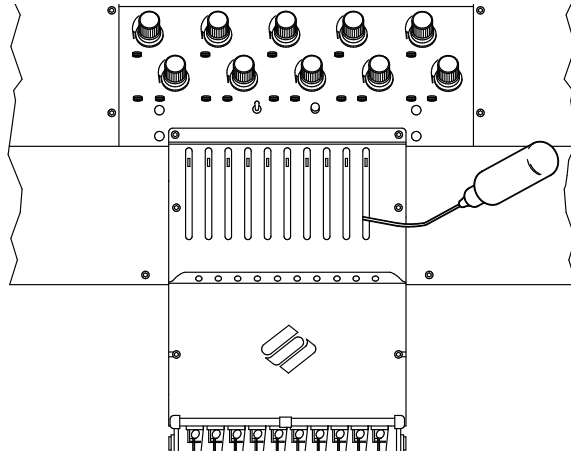

Figura 5-2
1. Para lubrificar a área superior, coloque o tubo do lubrificador através da ranhura e pingue uma ou duas gotas de óleo dentro de cada barra de agulha no local mostrado na Figura 5-2. Repita para todos os doze cabeçotes de bordar.